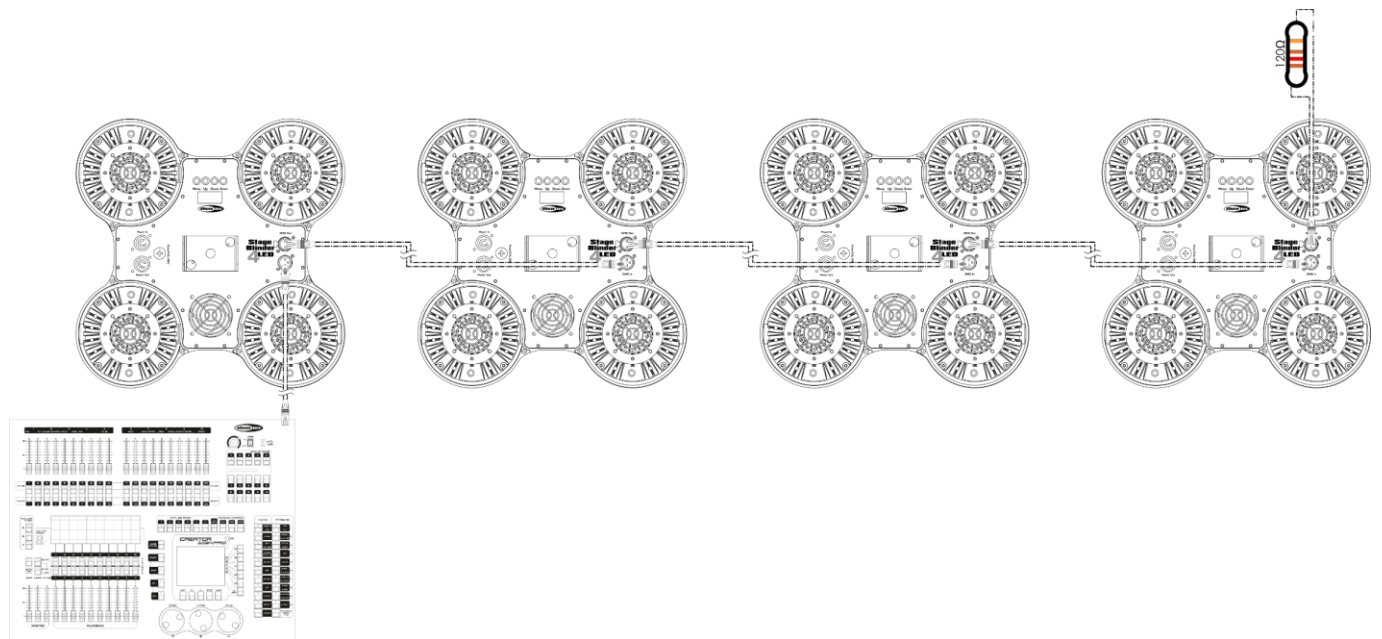

Fig. 03
- 05) Collegare le unità come indicato nella Fig. 03. Collegare un cavo di segnale DMX dall'uscita "out" DMX della prima unità all'ingresso "in" della seconda unità. Ripetere questo processo fino a collegare la seconda, la terza e la quarta unità.